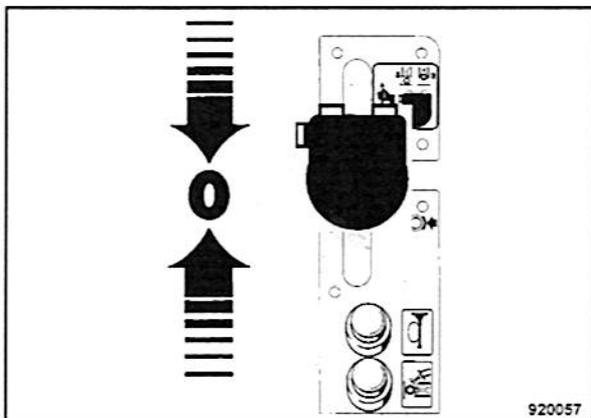

Fig. 84
- Desplazar la palanca de marcha (Fig. 84) en sentido "0", frenar la máquina.